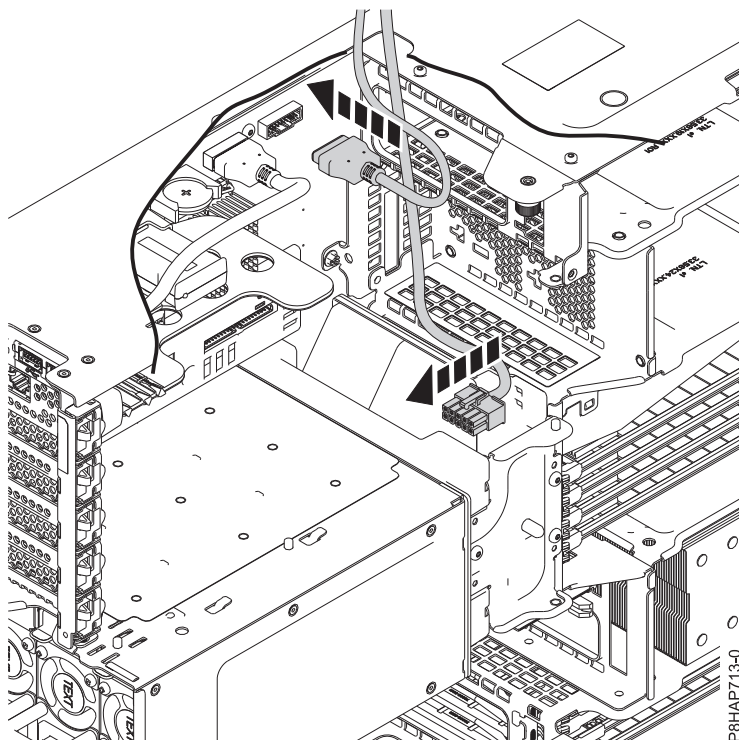

Figura 68. Connexió dels cables USB i d'alimentació de l'estació d'acoblament RDX interna (FC EUA3) a la placa del sistema
3. Connecteu la font d'alimentació de la nova estació d'acoblament RDX interna (FC EUA3) a la placa del sistema. Consulteu Figura 68 a la pàgina 81.